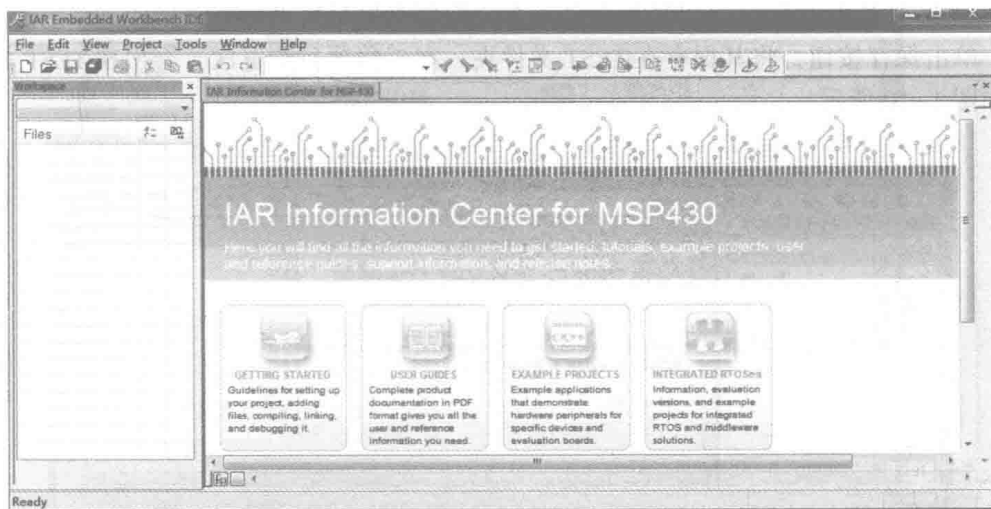

图 1-7 IAR 软件界面
(1) 双击桌面上的  IAR 图标, 启动 IAR 开发软件, 启动后的 IAR 软件界面如图 1-7 所示。